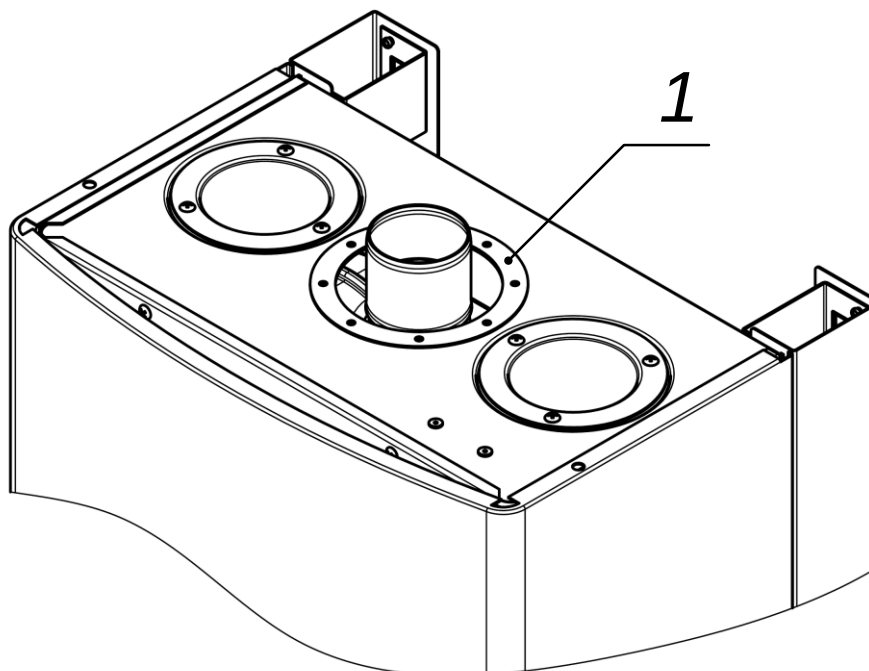

Рис. 8. Установка втулки и прокладки
- 2) установить прокладку 1 (поставляется в комплекте с котлом) (см. Рис. 8);